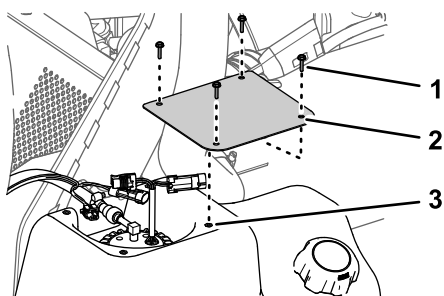

Рисунок 82
2. Выверните 4 винта (№ 10 x 3/4 дюйма), которые крепят крышку к верхней части топливного бака, и снимите крышку (Рисунок 82).